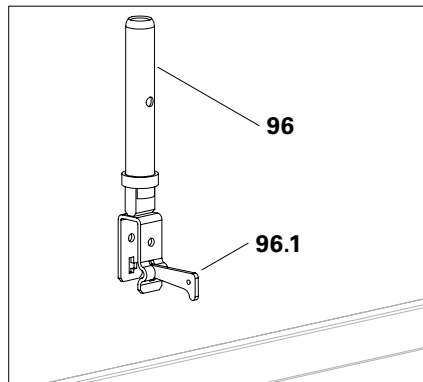

Abb. A11.12c
1. Keil (**96.1**) aus dem Klemmteil herausziehen und Klemmteil über den Horizontalriegel stecken. (Abb. A11.12c)